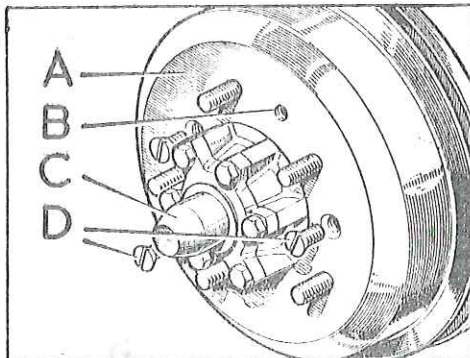

Fig. E -10 - Desmontaje del tambor de freno
- 1.2. Desmontar el tambor del freno, A (Fig. E -10).